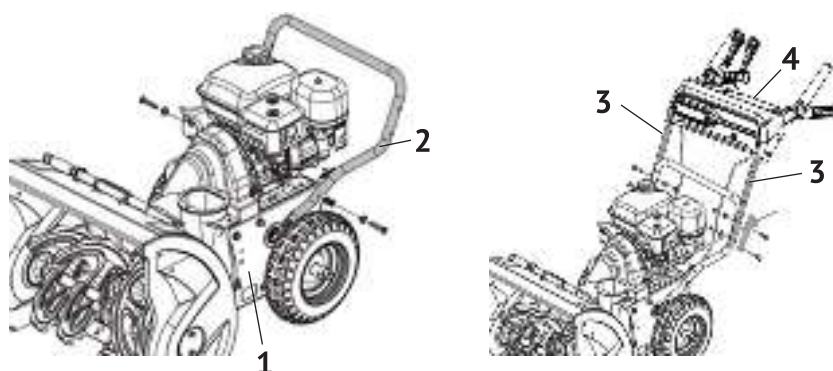

рис.2
- совместив крепёжные отверстия рукоятки и корпуса закрепите их винтами, как показано на рис.2;
- совместив крепёжные отверстия рукояток (рис.2 поз.3), закрепите их вручную тремя винтами, как показано на рис.2.